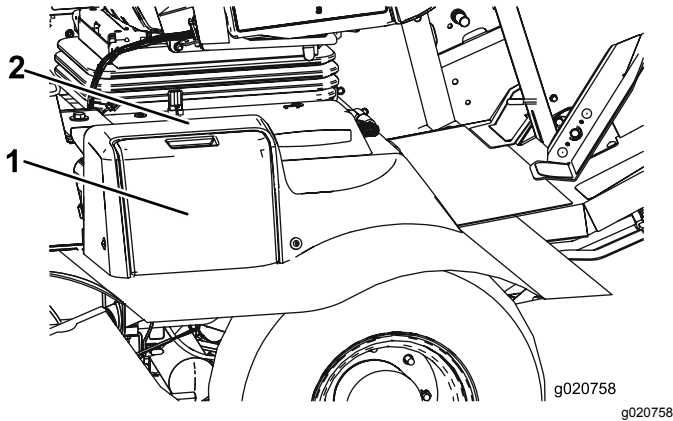

Figura 77
1. Abra la tapa de la batería, situada en el lado de la cubierta (Figura 77).
Nota: Presione hacia abajo sobre la superficie plana situada encima de la tapa de la batería para facilitar la apertura de la tapa (Figura 77).